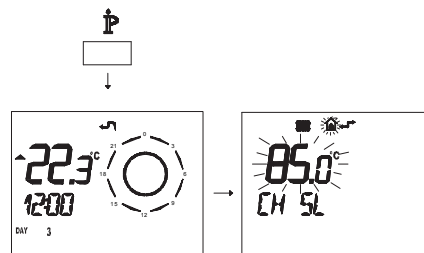

Figura 5.36
- Premere per più di 3 secondi il pulsante **IP** para per entrare in modalità **INFO** (Figura 5.36).